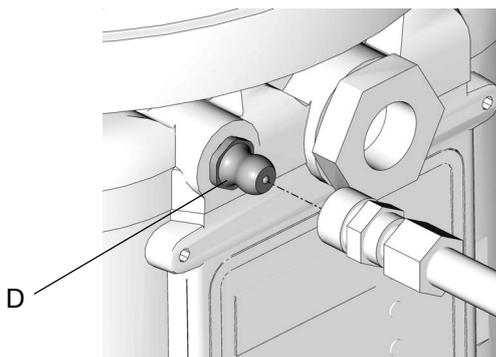

FIG. 14
<ul style="list-style-type: none"> • Limpie siempre el racor de entrada (D) (FIG. 14) con un paño limpio y seco antes de llenar el depósito. La suciedad y/o los residuos pueden dañar la bomba y/o el sistema de lubricación. • Cuando llene el depósito utilizando una bomba de transferencia neumática o eléctrica, debe tener cuidado de no presurizar y romper el depósito.